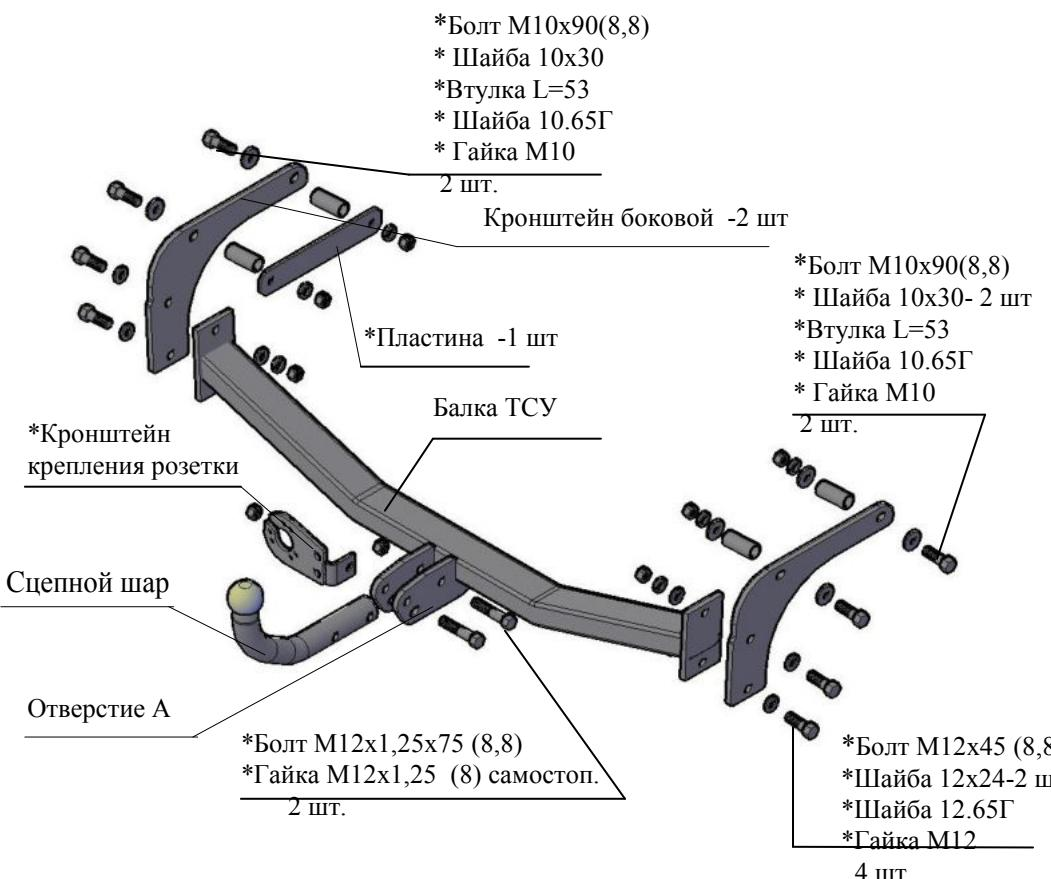

Рис.1 Тягово-сцепное устройство ТСУ 2040.
2.1 ТСУ 2040 в сборе (рис.1)	1 шт.
2.2 Пакет с комплектующими (см. рис.1) Задний колпак	1 шт.
- 4.3 Закрепить боковые кронштейны к боковым внешним полкам лонжеронов а/м болтами M10x90 и гайками M10 (болты ставить с внешних сторон лонжеронов соответственно рис.1), под головки болтов подложить шайбы 10x30, под гайки слева (по ходу а/м) подложить шайбы 10.65Г и пластину, справа под гайки подложить шайбы 10.65Г и шайбы 10x30. Внутрь лонжеронов установить дистанционные втулки. Крепеж не затягивать.